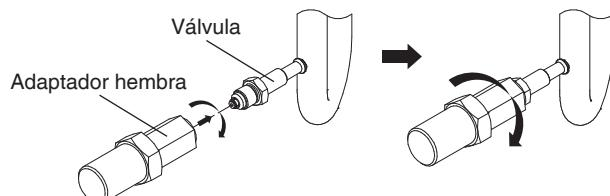

Imagen 4
4. Instale el adaptador de submontaje PRV en la unidad del lado del adaptador (0151V00003) (7/16-20 UNF lado hembra) en el puerto de medición - válvula antirretorno y apriete el adaptador (Imagen 4). Use sellante resistente al calor (suministrado en campo) para asegurar un sellado correcto.